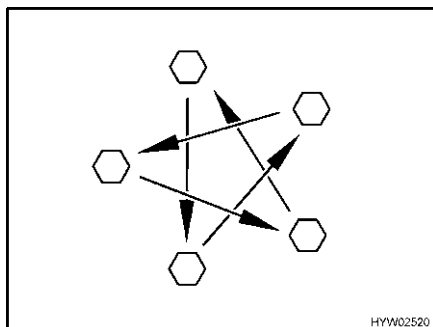

Bild 242 Dra åt hjulmuttrarna eller hjulbultarna korsvis
- Kontrollera regelbundet att hjulmuttrarna eller hjulbultarna är ordentligt åtdragna. Om du har bytt däck ska hjulmuttrarna eller hjulbultarna dras åt korsvis efter 5 mils körning (Bild 242). Åtdragningsmoment se avsnitt 13.5.2.
- ▷ Dra åt hjulmuttrarna eller hjulbultarna korsvis (Bild 242).